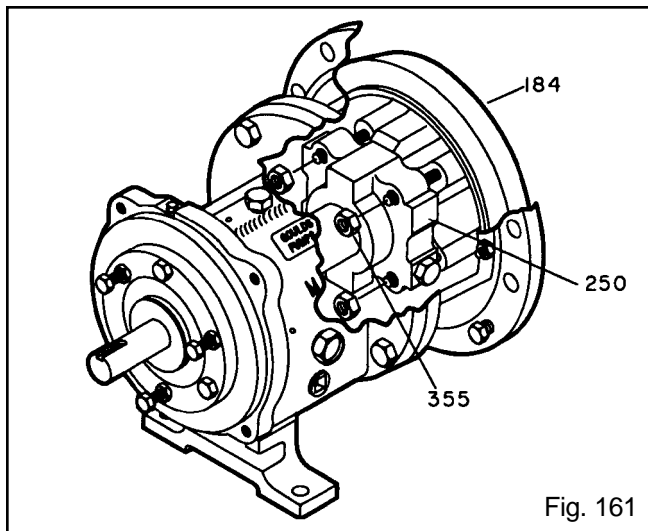

Fig. 161
16. Instale el casquillo (107) con las tuercas (355) (Fig. 161).